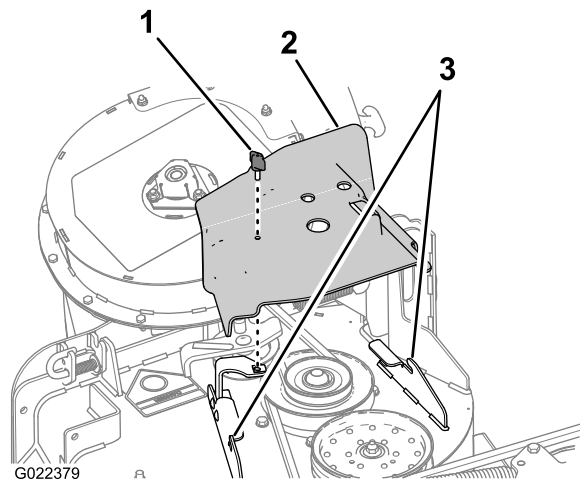

図 4
1. ベルトカバーを固定している蝶ねじを取り外す 図 4。
2. カバーを外側にずらして、カバーのエッジがデッキのフランジのフックをクリアするようにする 図 4。